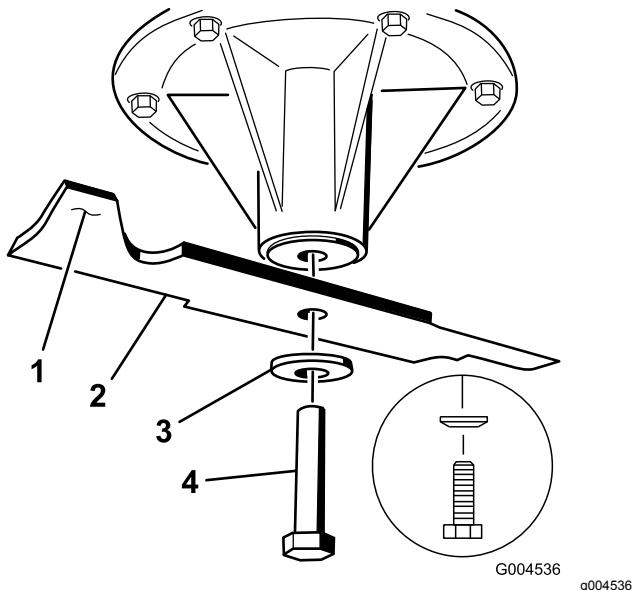

Bild 105
1. Setzen Sie das Messer auf die Spindelwelle (Bild 105).
2. Setzen Sie die Federscheibe und die Messerschraube ein (Bild 105).
Hinweis: Der Konus der Federscheibe muss bei der Installation in Richtung Schraubenkopf zeigen (Bild 105).